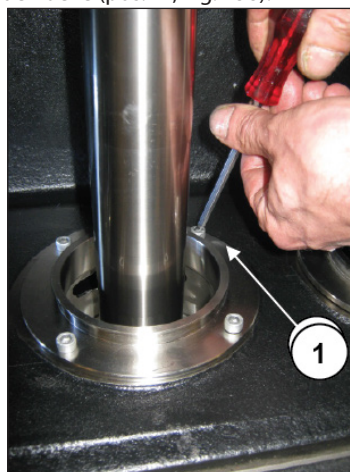

Fig. 158
Desmontar el fuelle y aflojar los cuatro tornillos de fijación M6 de las bridas del fuelle (pos. ①, Fig. 158).